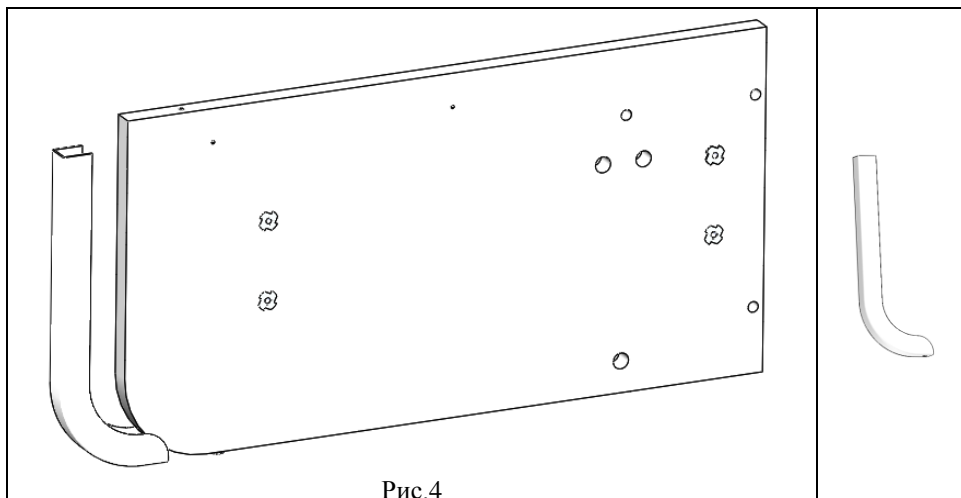

Рис.4
5.1.2.1. К стенке боковой левой (поз.1) установить СУТ.41.142. Накладку боковины (поз.1, пакет № 144) и закрепить снизу при помощи самореза с прессшайбой 4,2x16 остр, (поз. 2 пакет № 148), см. рис. 4 и 4а.
Рис.4а